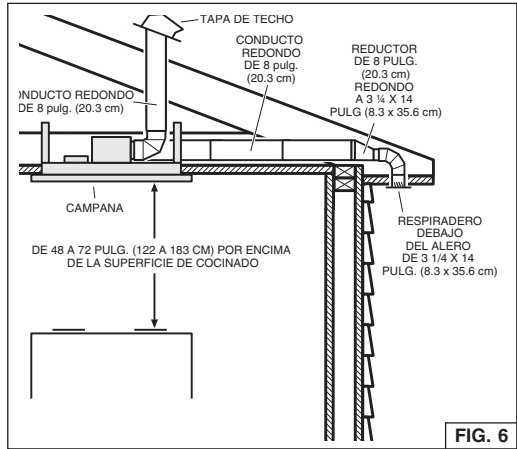

FIG. 6
1. Decida dónde instalará el conducto entre la campana y el exterior. Fig. 6.
La campana siempre debe centrarse por encima de la estufa. Asegúrese de tener espacio adecuado en la estructura del cielo raso para instalar la campana y los conductos. La campana debe montarse de 48 a 72 pulg. (122 a 183 cm) por encima de la estufa para poder eliminar mejor las impurezas al cocinar. Fig. 6